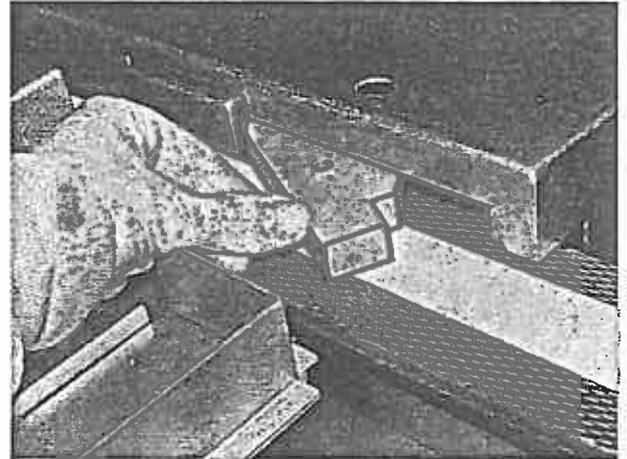

Bild 58
2. Anschlag ganz umklappen (Bild 58) und Stiftschraube wieder einschrauben.